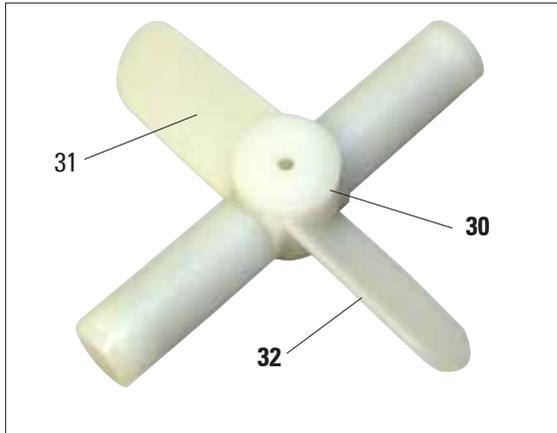

Abb. 7
- Den Magnetrührer (**30**, Abb. 7) auspacken und in die Retorte einsetzen.
Der Magnetrührer muss so eingesetzt werden, dass die äußere Wölbung (**32**) der beiden Rührblätter (**31**) nach unten zeigt! (Abb. 7)